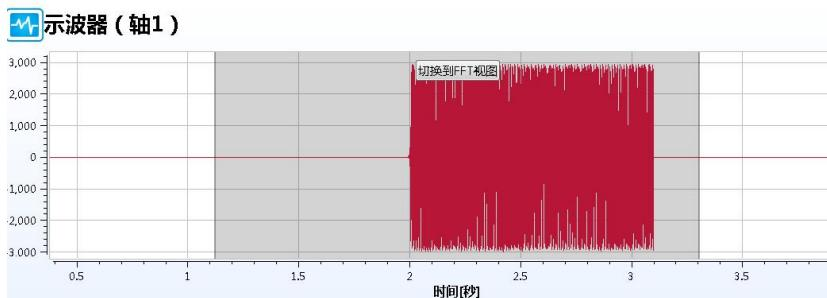

图 5-21 FFT 视图显示界面
②此时弹出如下界面，如下图 5-21，点击“切换到 FFT 视图”。